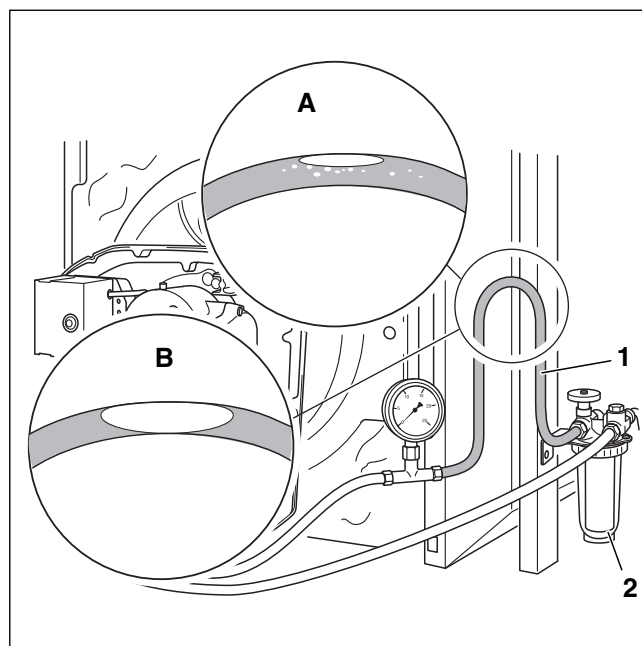

Bild 65 Transparenten Schlauch hochbinden
- ▶ Transparenten Schlauch (→ Bild 65, [1]) in die Saugleitung hinter dem Ölfilter (→ Bild 65, [2]) einbauen.
- ▶ Eine Schlaufe des transparenten Schlauchs in der gezeigten Weise (→ Bild 65) hochbinden.
- ▶ Sichtkontrolle der sich ansammelnden Luftmenge (→ Bild 65, **Lupe A** und **B**).
Sammelt sich lediglich eine geringe Luftmenge an der höchsten Stelle der Schlaufe (→ Bild 65, **Lupe A**), so liegt eine ausreichende Dichtigkeit der Ölleitung vor.
Bei größeren Luftblasen (→ Bild 65, **Lupe B**) liegt eine Undichtigkeit der Saugleitung und/oder der Anschlüsse vor.